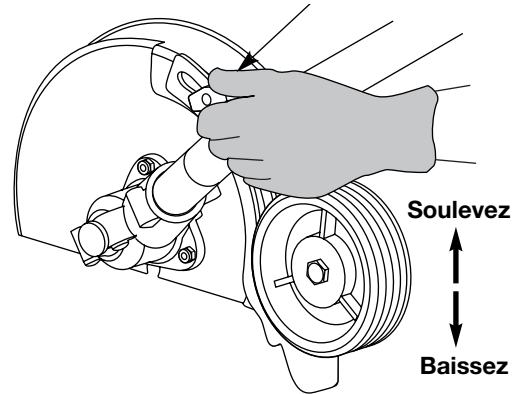

Fig. 6
1. Desserrez le bouton de réglage au-dessus de la roue (Fig. 6).